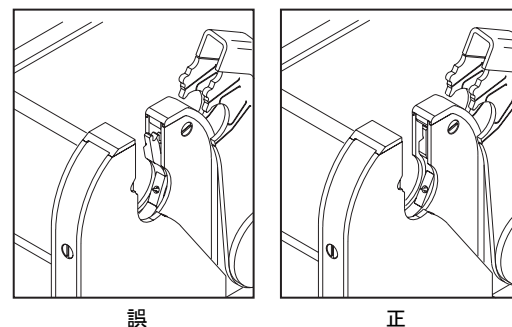

Figure 17 ローターのホーム・ポジション
- HOME** (ホーム) を押し、**Fig.17** に示すとおりローターをホーム・ポジションに戻します。